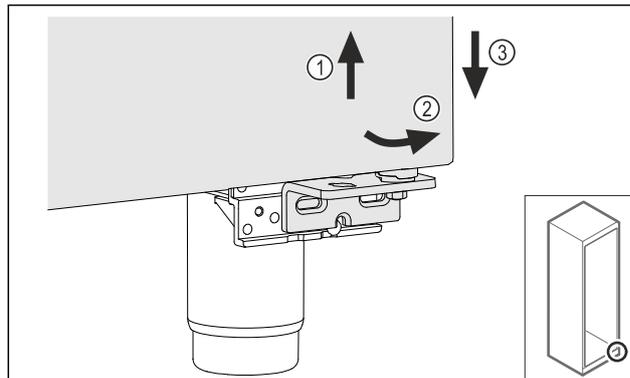

Fig. 16
- ▶ Ngrini derën paksa lart Fig. 16 (1), tërhiqeni nga përpara në pjesën poshtë Fig. 16 (2) dhe uleni poshtë Fig. 16 (3).